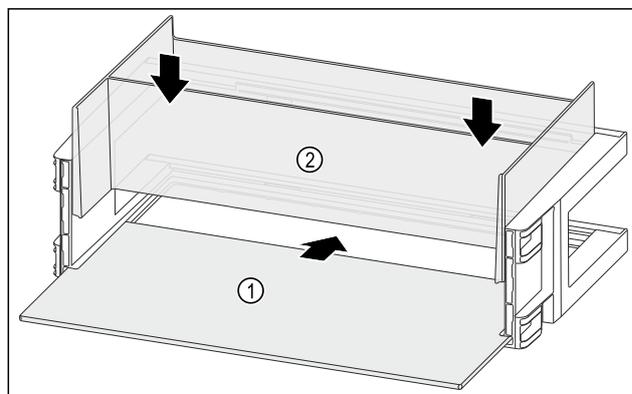

Fig. 114
- ▶ 将搁板 Fig. 114 (1) 推入侧面凹槽。
- ▶ 装入收纳盒 Fig. 114 (2)。